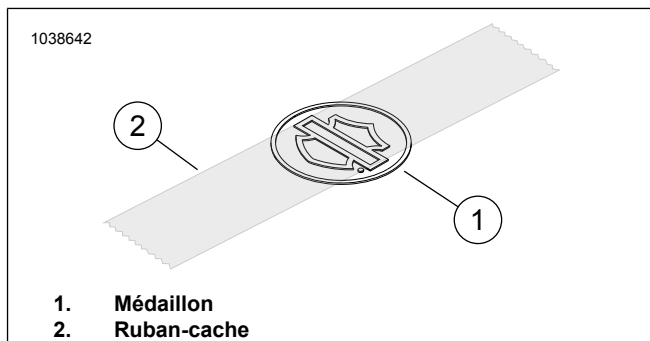

Figure 2. Appliquer du ruban sur le médaillon
- Figure 2 Placer un morceau de ruban-cache de 7,5 cm (2) centré sur le logo Bar & Shield du médaillon (1).
- Figure 2 Installer le médaillon sur le support.